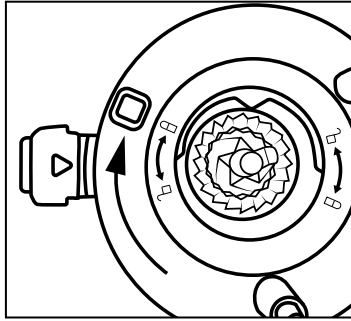

Abb. 5 - Mahlring verriegelt
- 11) Wenn alles sauber ist, setzen Sie den Mahlring wieder ein, drücken Sie ihn ein wenig in Position und drehen Sie ihn im Uhrzeigersinn, bis er einrastet. Das Symbol  muss auf den linken, rechteckigen Fixierstift zeigen (s. Abb. 5).